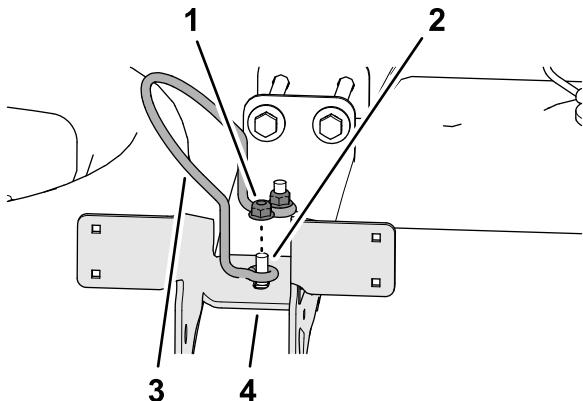

Figura 15
4. Monte el tope de la tapa del depósito y las 2 contratuerzas con arandela prensada que retiró en el paso 1 en los 2 pernos de cuello cuadrado superiores (Figura 15).